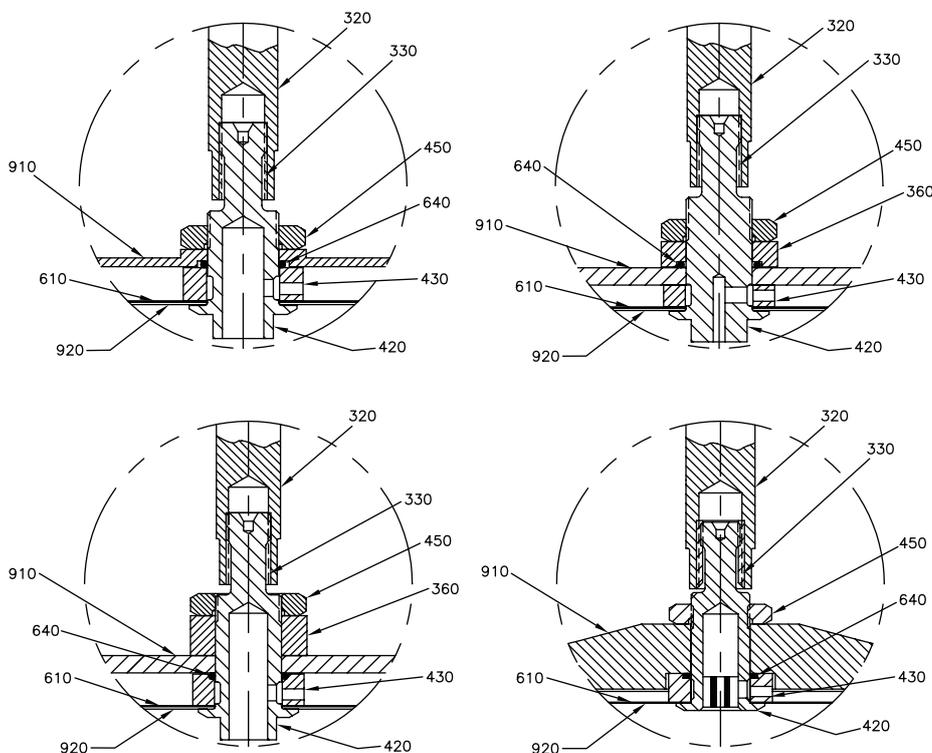
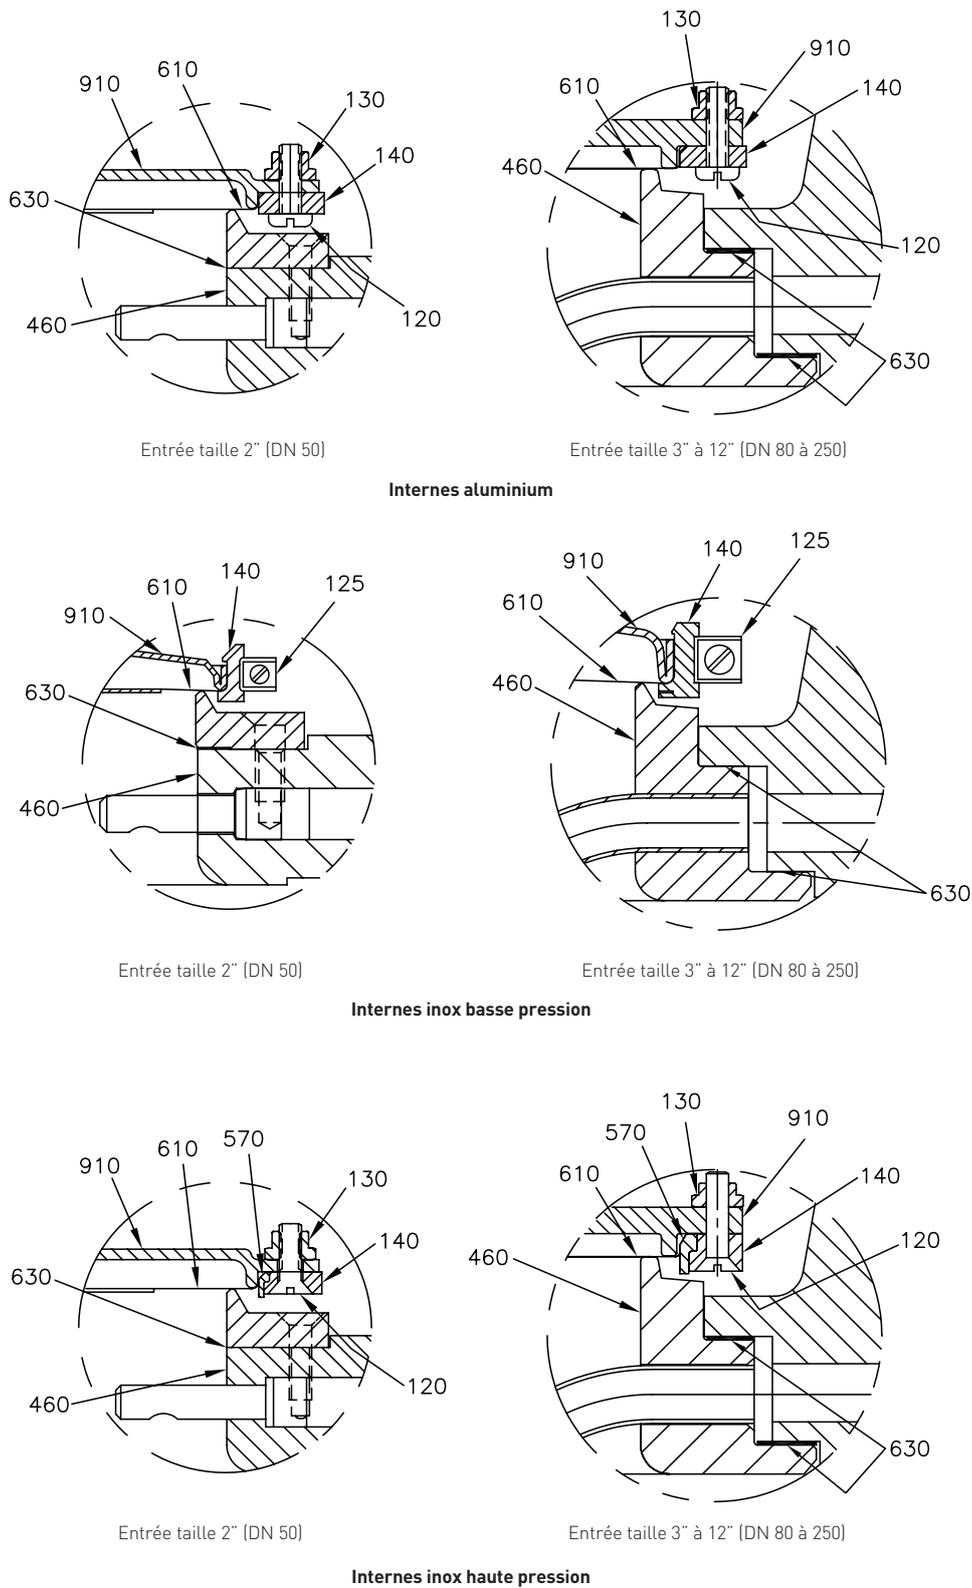

FIGURE 4, DÉTAIL D
FIGURE 5, DÉTAIL E
### 2.4 Démontage du siège de la soupape principale (boulonné) (se reporter aux Figure 4, détail D et Figure 5, détail E)
### 2.5 Démontage du siège de la soupape principale (cerclé) (se reporter aux Figure 4, détail D et Figure 5, détail E)
Serrer l'écrou (450) avant de tendre le film (610) entraîne des ridules sur le film. (Voir Figure 5, détail E).
7. Oter le moyeu (420) de l'étau et monter le sur le barreau de fixation. Installer l'anneau de maintien (140) (chanfrein vers le bas) sur le film siège (610), installer l'anneau de cerclage (125) et serrer.
8. A l'aide d'un pistolet thermique, chauffer la surface du film (610) par des mouvements circulaires à 5 à 8 cm de distance jusqu'à ce que toutes les ridules et faux plis disparaissent. Cela prend généralement moins d'une minute. Serrer l'écrou (450) à l'aide d'une clé.
9. Pour finir, découper l'excédent de film dépassant de la face arrière du plateau (910).